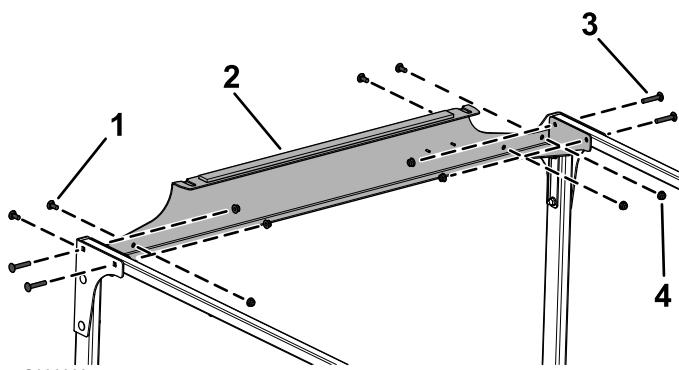

Рисунок 10
9. Установите, не затягивая, заднюю поперечину на поперечные трубы и задние пластины, используя 4 картетных болта (5/16 x 1-3/4 дюйма), 4 картетных болта (5/16 x 3/4 дюйма) и 8 фланцевых гаек (5/16 дюйма), как показано на Рисунок 10.